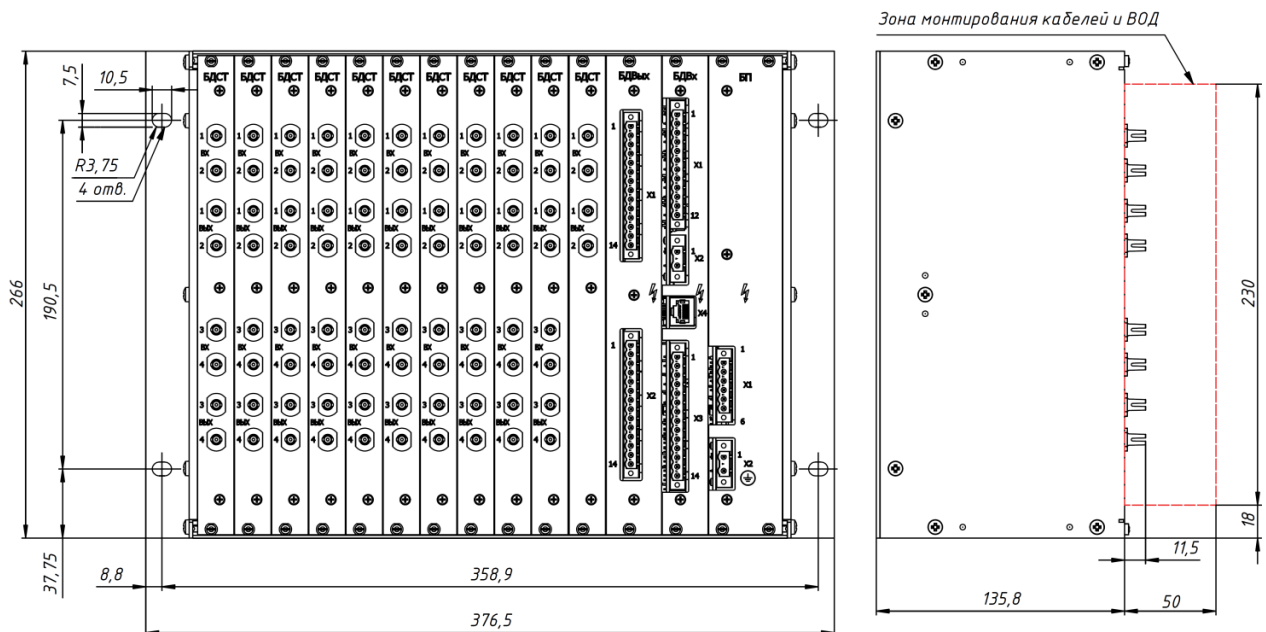

Рис. 1.4 Внешний вид и габаритные размеры БПМ (исп.01).
Блок преобразования и мониторинга БПМ (исп.01) представляет собой блочный каркас, изготовленный на конструктивной базе еигорас (компания POLYRACK, Германия). Внешний вид БПМ (исп.01) и габаритные размеры приведены на рис. 1.4.
2.3.2 Для вариантов комплектации В и Г закрепить устройство БПМ с помощью четырех болтов М8, входящих в комплект поставки, согласно разметке, указанной на рис. 1.4.